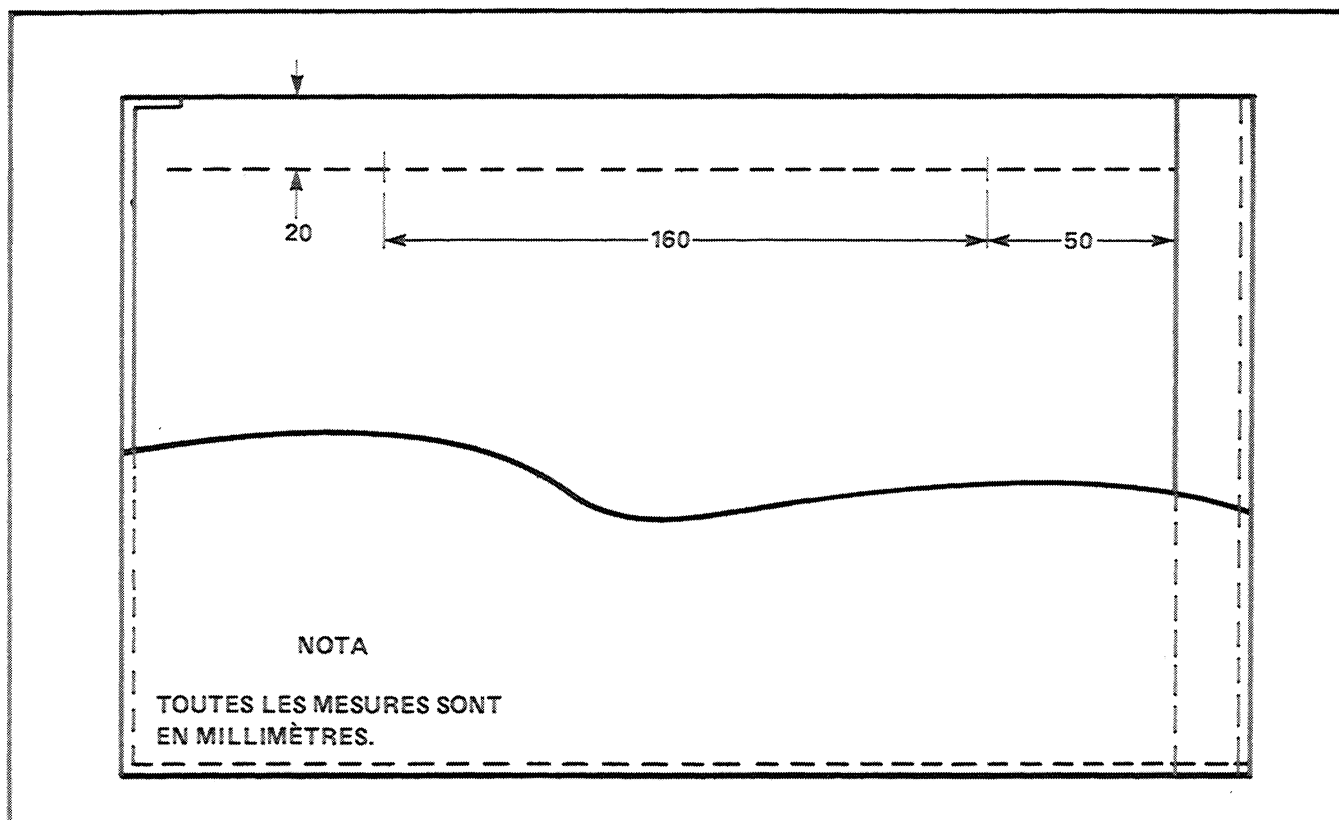

Figure 7 Localisation et perçage des trous de montage des sirènes
17. Les deux sirènes (4) doivent être montées dans le logement du phare gauche. Procéder à leur installation comme suit:
- a. Voir la figure 7. Déterminer et marquer la position des deux trous de montage sur la paroi interne du logement de phare.